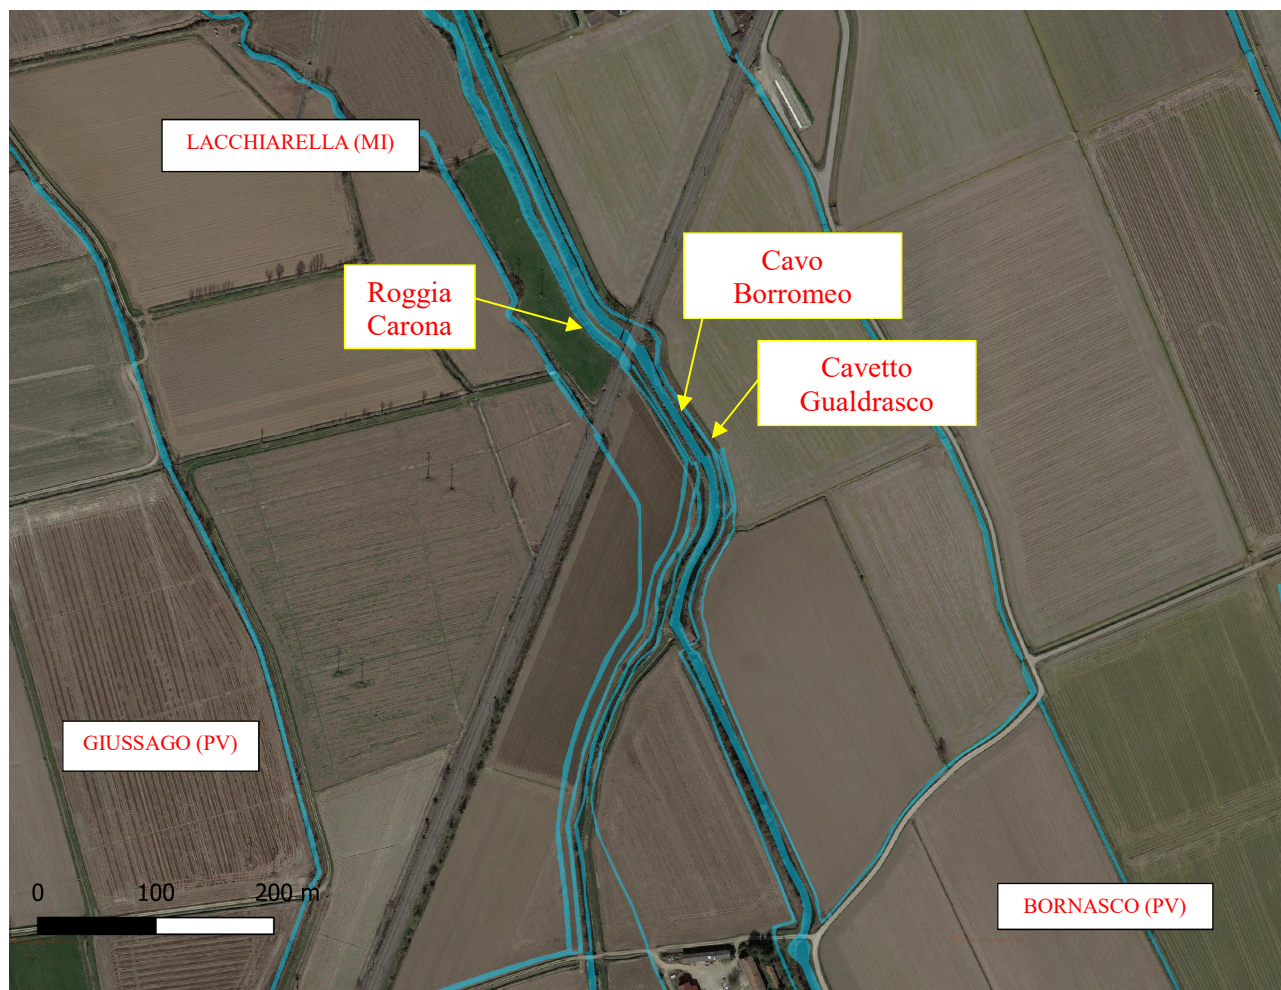

Figura 1 - Inquadramento territoriale.
La zona interessata dall'intervento di manutenzione riguarda il tratto della roggia Carona nei comuni di Lacchiarella (MI), Giussago e Bornasco (PV), compreso tra la linea ferroviaria e via per Birolo, per una lunghezza totale di circa 180 m (vedi figura 1).